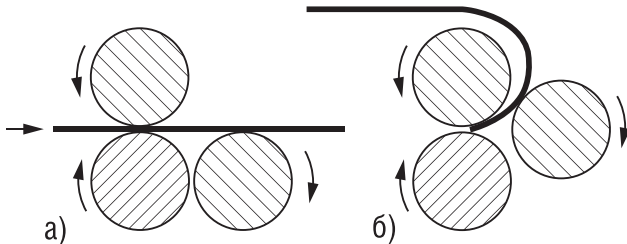

Рисунок 16 - Загиб
3. Вращайте рычаг, протаскивая заготовку, когда заготовка достигает точки, в которой необходимо начать формировать радиус загиба (рис. 16 а), остановите станок и поднимите направляющий ролик на высоту, определяемую необходимым радиусом загиба. Следите, чтобы он оставался параллелен основным валикам.
4. Продолжайте прокатку заготовки до тех пор, пока формирование радиуса загиба не будет завершено (рис. 16 б). Поддерживайте заготовку на выходе из валикового механизма.